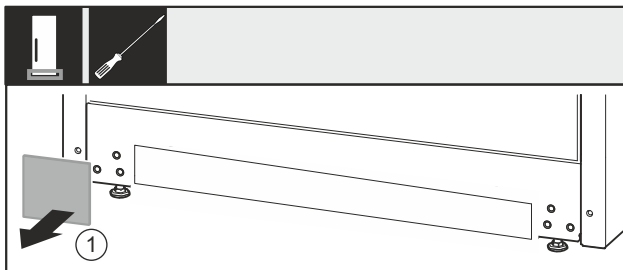

Fig. 24
- Abdeckung Fig. 24 (1) abnehmen.